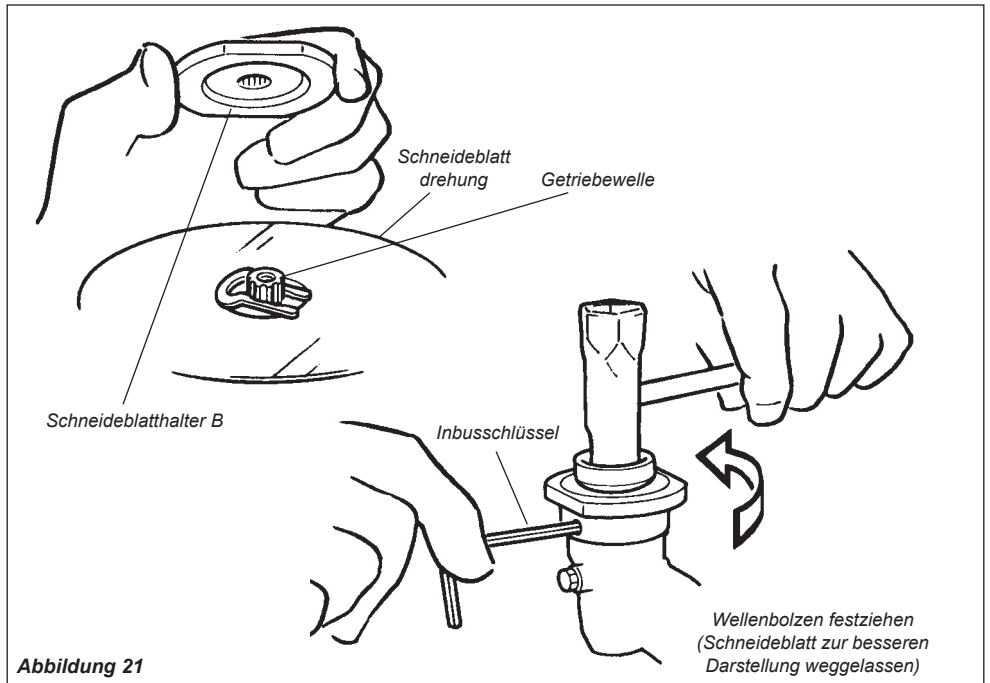

Abbildung 21
4. Sichern Sie das Schneideblatt, indem Sie die Sicherungsklammer wieder auf der Getriebewelle zentrieren. Siehe Abbildung 21.
5. Montieren Sie den Schneideblatthalter B auf der Getriebewelle. Siehe Abbildung 21. Die Aussparung im Halter muss die Sicherungsklammer vollständig abdecken. Der Halter muss direkt auf dem Schneideblatt aufliegen.